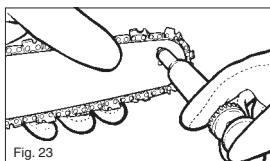

Fig. 23
3. Ved hjælp af smøringspistolen (valgfrit) sættes den tynde tud ind i smøringshullet og sprøjter smørelse ind, indtil smørelsen kan ses på uderkanter af sværdet (fig. 23).